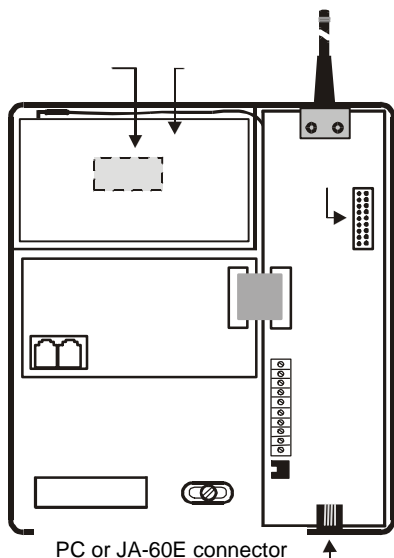

fig.5
- Avlägsna skyddsfolien på tejen i batterifacket (se fig. 5).